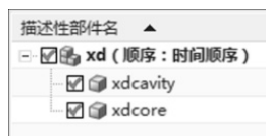

图 10-13 创建两个下层文件
- (25) 选取“菜单 | 编辑 | 特征 | 移除参数”命令，移除工件的参数。
- (26) 选中“装配导航器”按钮，选中 **xd**，单击鼠标右键→选择 WAVE→选择“新建级别”，选取上面工件，输入文件名“xdcavity”。单击“应用”按钮，选中 **xd**。单击鼠标右键→选择 WAVE→选择“新建级别”，选取下面工件，输入文件名“xdcore”。
- (27) 在“装配导航器”中有两个下层文件，如图 10-13 所示。